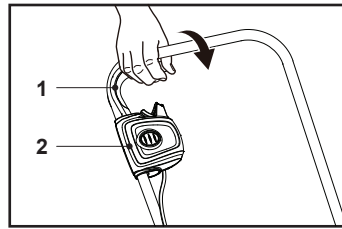

Fig. 14
2. Pour éteindre, relâcher le levier de démarrage / d'arrêt (1) (Fig. 14).